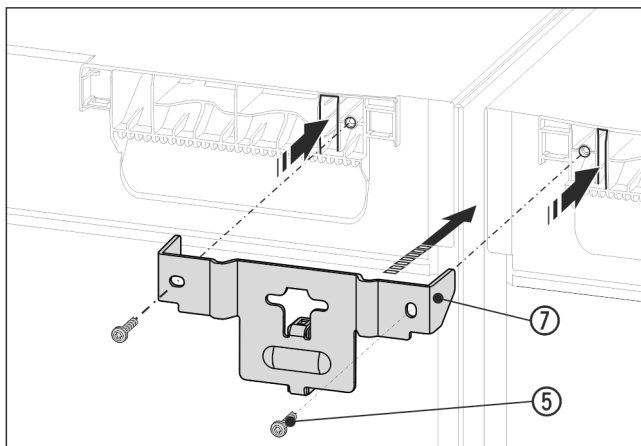

Fig. 16 Примерно изображение
- ▶ Вкарайте ъгъла Fig. 16 (7) с дистанционера между уредите и езичетата в тавана на уреда. Завинтете с 2 винта Fig. 16 (5).